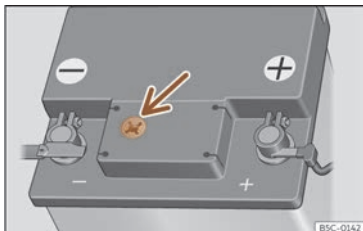

Fig. 207 Regard sur la partie supérieure de la batterie de 12 volts (représentation schématique).
- Contrôlez l'indicateur coloré dans le regard circulaire situé sur la face supérieure de la batterie >>> **fig. 207**.